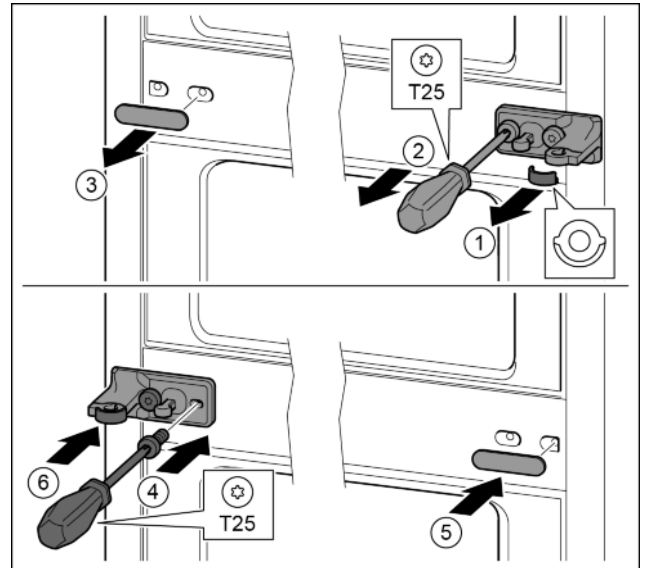

Fig. 14
- ▶ Свалете шайбата. Fig. 14 (1)
- ▶ С отвертка T25 отвийте винтовете. Fig. 14 (2)
- ▶ Свалете внимателно капака. Fig. 14 (3)
- ▶ Затегнете здраво от другата страна лагерната стойка с фолио, завъртяна на 180°. Fig. 14 (4)
- ▶ Поставете капака, завъртян на 180°, от другата страна. Fig. 14 (5)
- ▶ Нахлузете отпред шайбата. Fig. 14 (6)